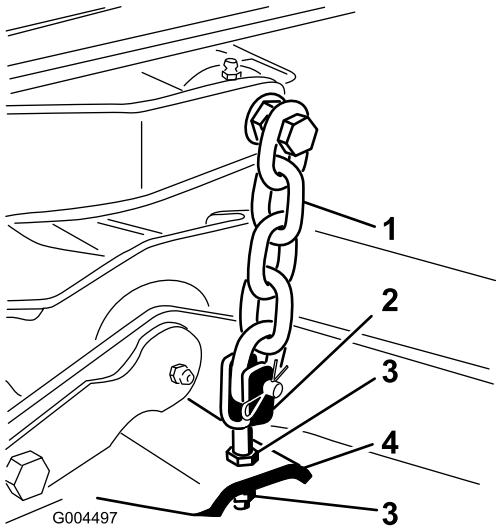

図 75
7. デッキのヨーク/チェーンをデッキに固定しているジャムナットを調整してデッキのピッチを 8 mm に調整する(図 75)。